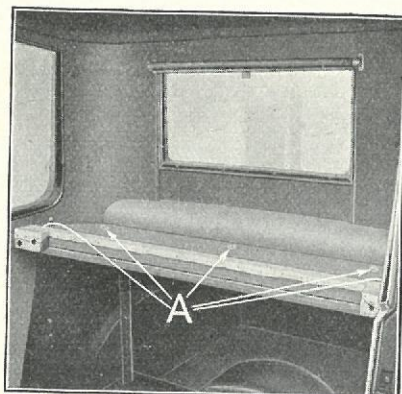

Fig. 568
- 1263** Skru Møtrikkerne af de fem Befæstigelsesskruer, der holder Afstandsstykket til Karosseriet (Fig. 568-A), og træk Skruerne ud.
- 1275** Anbring Afstandsstykket paa Plads i Vognen og skru de 5 Bolte og Møtrikker (Fig. 568-A) til, som holder det til Karosseriet.